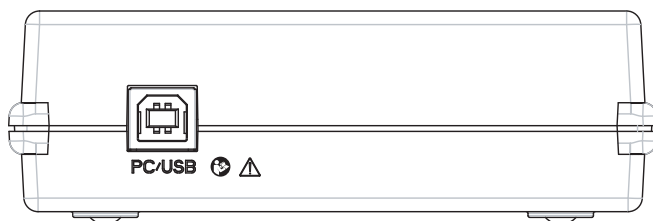

Fig. 1
- Collegare il connettore USB sul retro di HI-PRO 2 a una porta USB di un personal computer (PC) tramite il cavo USB in dotazione. Vedere Fig. 1.